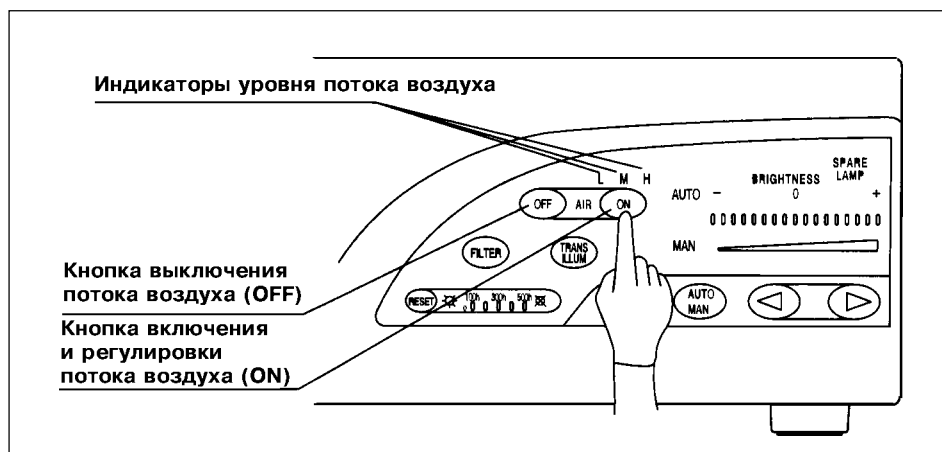

Рис. 4.7.
1. Убедитесь, что на передней панели источника света горит один из индикаторов уровня потока воздуха («L», «M» или «H»). Если не горит ни один из указанных индикаторов однократно нажмите кнопку включения и регулировки потока воздуха (ON). При этом вместе с зуммерным сигналом загорается один из индикаторов уровня потока воздуха («L», «M» или «H») (см. рис. 4.7).